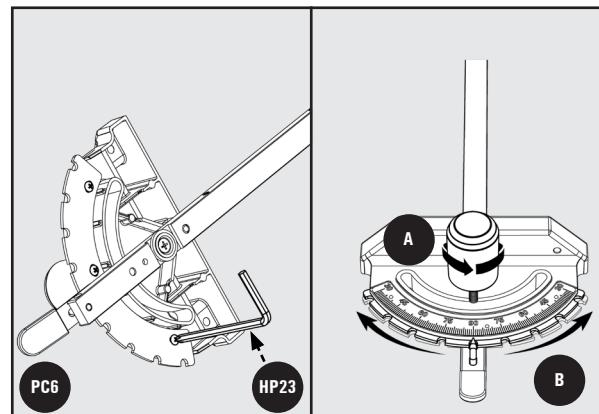

Figura 28
1. Utilice la Llave Allen de dos vías de 3/16 pulgadas en forma de L **HP23** suministrada para aflojar los tres tornillos Phillip ubicados en la parte posterior de la guía de ingletes **PC6**, como se muestra en la Figura 28.
2. Afloje la perilla **A**, como se muestra en la Figura 28.
3. Ajuste la placa de retención **B** para que el indicador mida el ángulo correcto, como se muestra en la Figura 28.